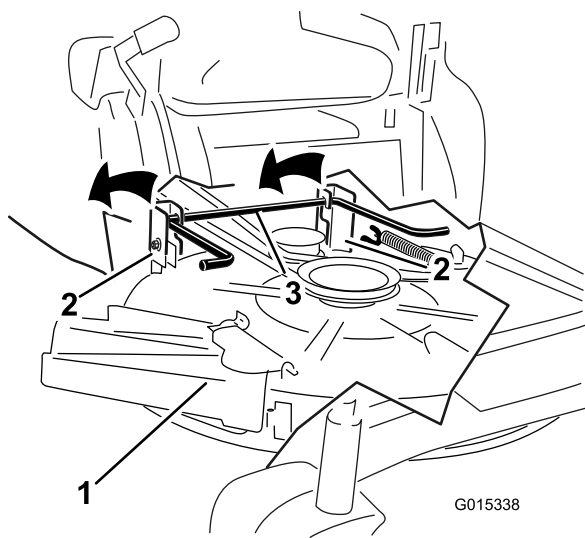

Figura 67
7. Eleve la carcasa de corte y desenganche la varilla de elevación trasera de las pletinas de suspensión, y baje el cortacésped con cuidado al suelo (Figura 67).
5. Eleve la parte trasera de la carcasa del cortacésped y coloque las pletinas de suspensión sobre la varilla de elevación trasera (Figura 67).